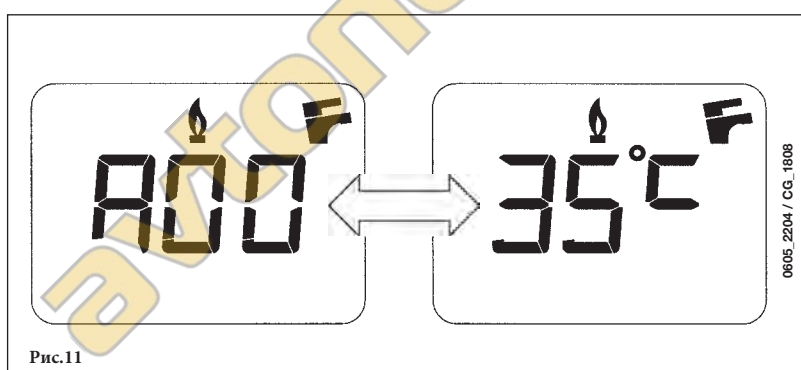

Рис.11
**ВНИМАНИЕ:** когда активна функция «INFO» на дисплее (рис.11) появляется надпись «A00», которая сменяется значением температуры на подаче котла: